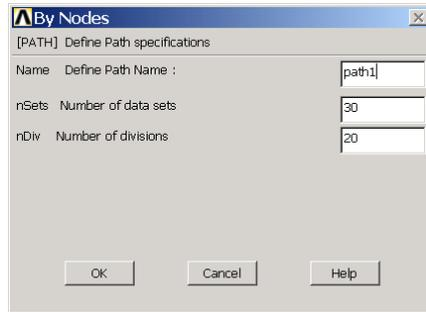

图6.36 按节点定义路径
(1) 将光盘目录 “\ch06\data\” 中的文件复制到工作目录, 启动 ANSYS, 单击工具栏上的  按钮, 打开数据库文件 “beam.db”。
(2) 单击 Main Menu>General Postproc>Read Results>Last Set 菜单, 读取最后一个子步结果。
(3) 单击 Main Menu>Preprocessor>Path Operations>Define Path>By Nodes 菜单, 弹出图形拾取对话框, 依次在图形视窗中选择路径经过的节点, 然后单击 **【OK】** 按钮, 接着弹出如图 6.36 所示的 **【By nodes】** 对话框。